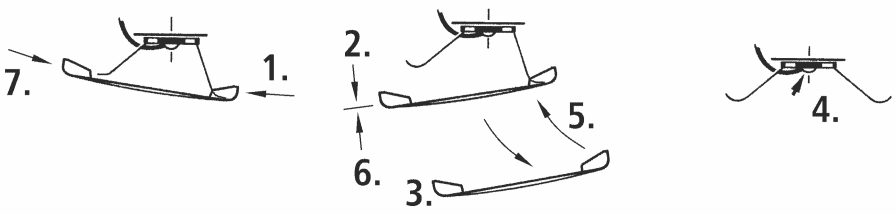

Fig. 4
4. Haftreifenwechsel: Zuerst den Getriebedeckel abnehmen (Fig. 4 u. 5). Danach den **Radsatz** herausnehmen und den **Haftreifen** mit einer Nadel oder mit einem feinen Schraubendreher abziehen. Beim Aufziehen des neuen Haftreifens bitte darauf achten, dass dieser sich **nicht verdreht!**
4. Échange des bandage d'adhérence: Démontez d'abord le **couvercle du carter** des engrenages (fig. 4 u. 5), déloguez le bogie et enlevez à l'aide d'une aiguille ou d'un tourne-vis fin, les bandages d'adhérence. Lors du montage des nouveaux bandages veuillez veiller à ce que les bandages **ne soient pas tordues**.
4. Vervangen van Antislip-bandjes: Verwijder het deksel (Fig. 4 u. 5). Til de wielstellen ar mit en met een splad maakt u het bandje los. Nieuwe bandjes niet verdraaien.